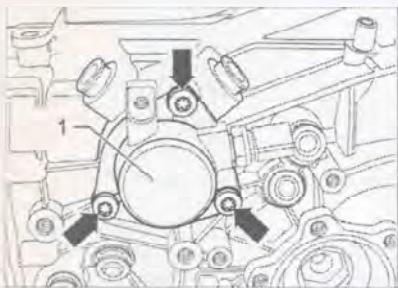

Рис. 7.345. Отврните болты (стрелки) и снимите крышку вала переключения передач (1).
1. Отверните болты (стрелки) и снимите крышку вала переключения передач (1) (рис. 7.345). Момент затяжки: 25 Нм.